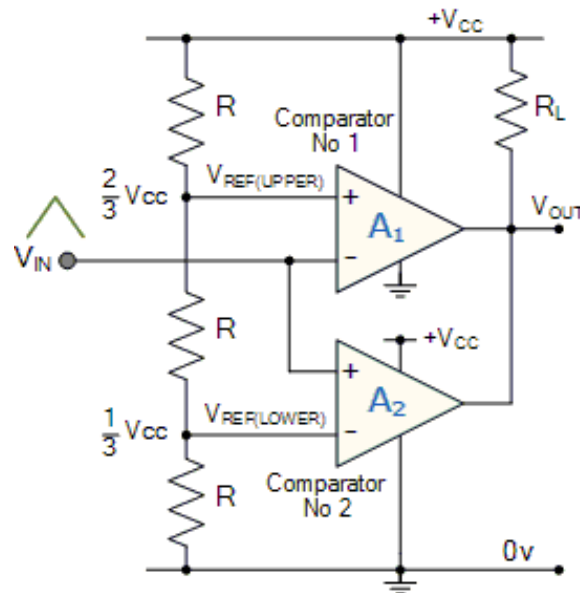

Figura 10: Comparador de ventá.
4. Repite o proceso anterior para o circuío da Figura 10.